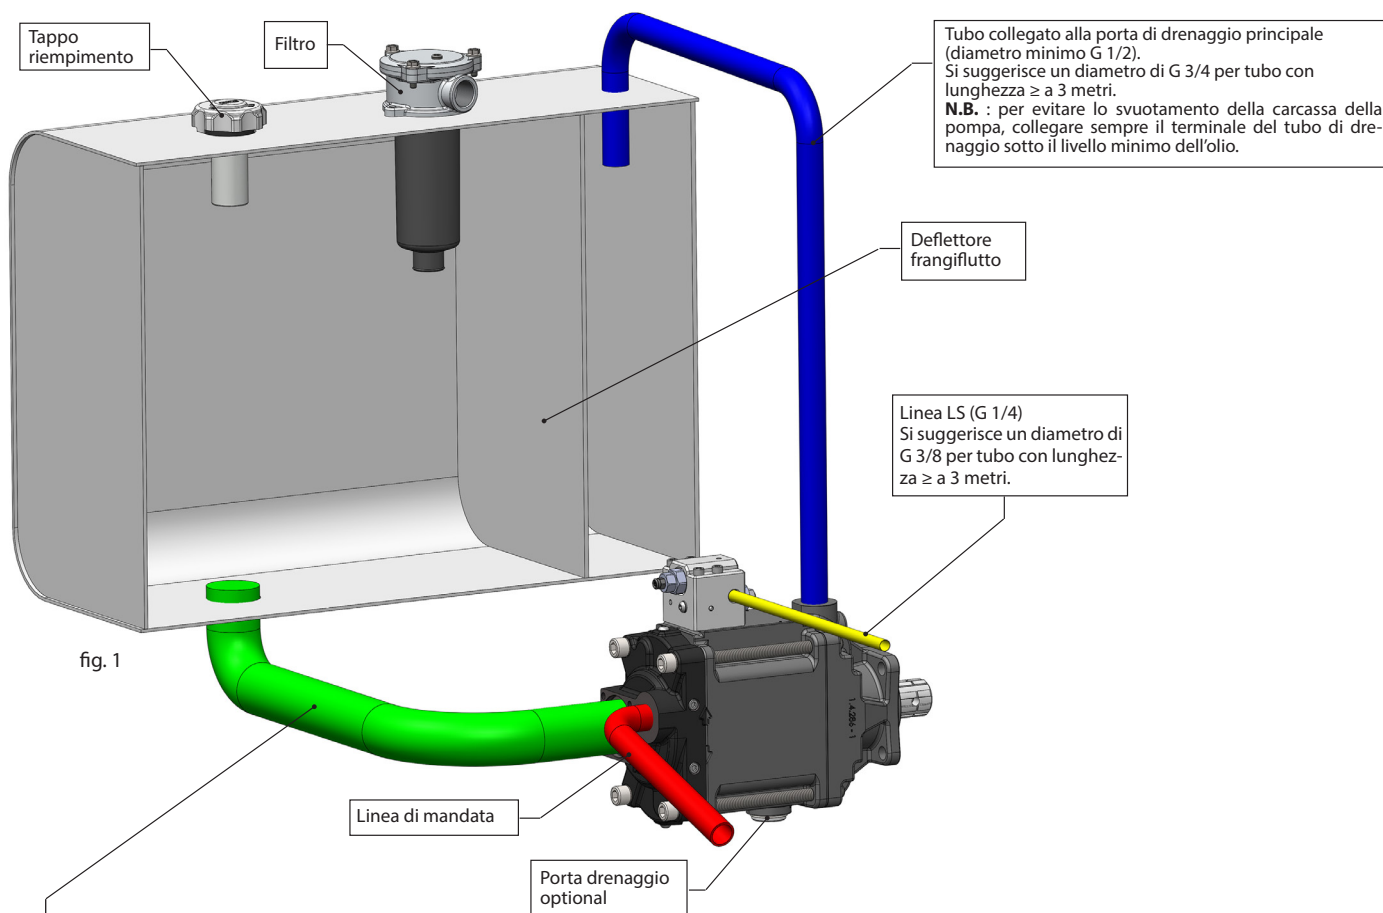

fig. 1
2. Collegare tubazioni (fig. 1) e procedere al riempimento della pompa (fig. 2).